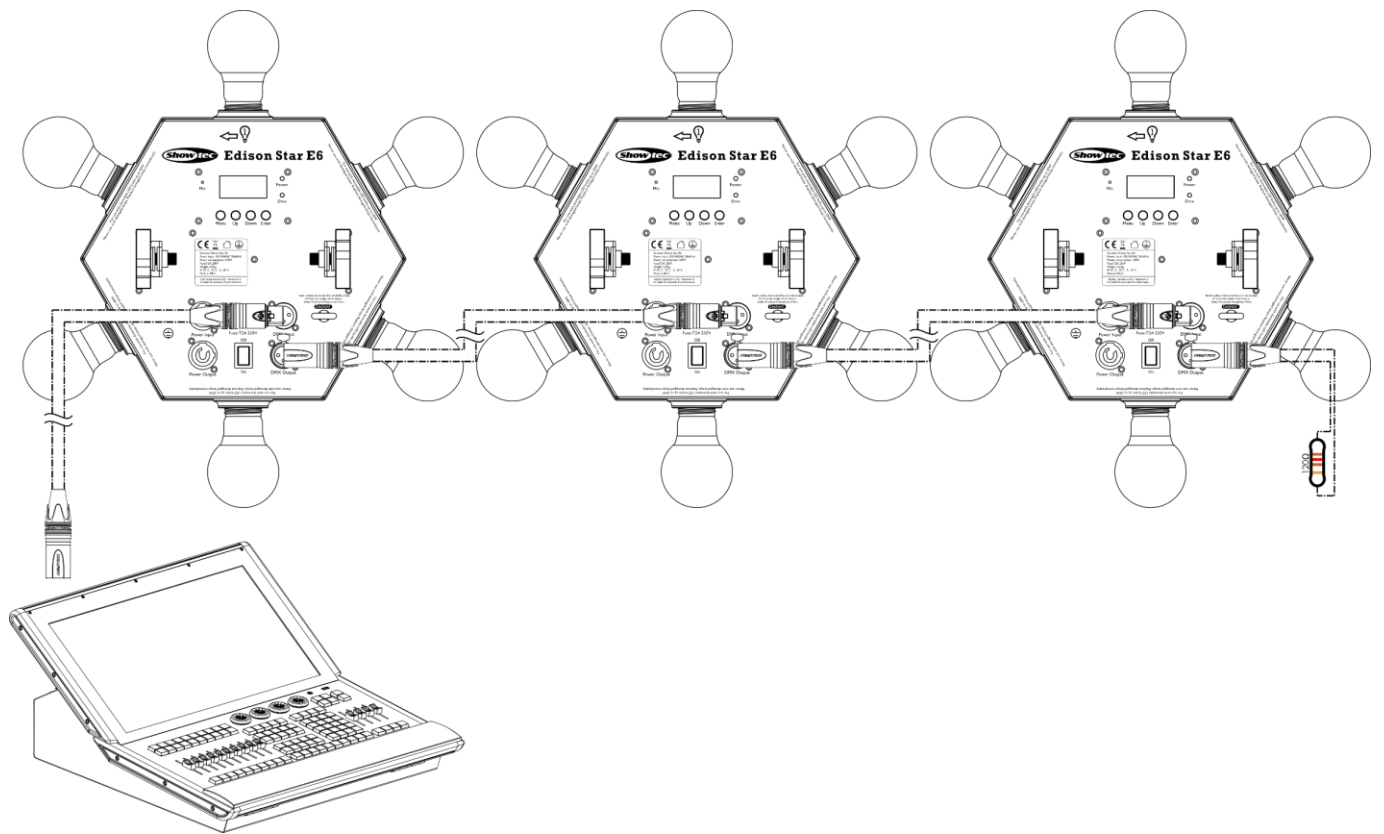

Fig. 05
- 04) Collegare le unità come indicato nella Fig. 05. Collegare un controller luci alla presa DMX "in" della prima unità, usando un cavo DMX. Collegare la presa "out" della prima unità alla presa "in" della seconda unità, servendosi di un cavo DMX. Ripetere questo processo per collegare il resto delle unità.